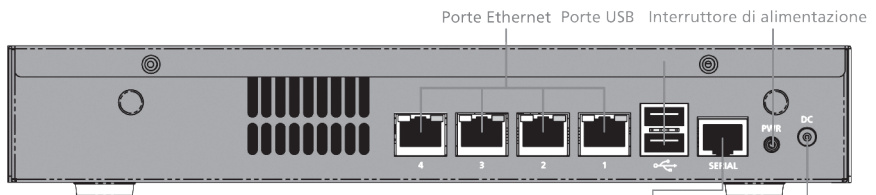

Figura 1 Kerio Control Box 1110 (parte posteriore)
- Unità di controllo Kerio serie 1000: appliance inferiore a 1U (vedere figura 1),